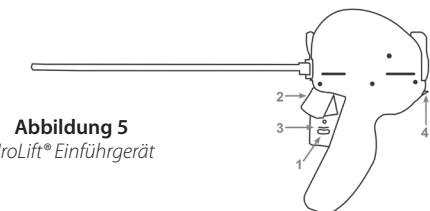

Abbildung 5
- 3.1 Den Nadelsicherheitsverschluss (**Schritt 1, Abbildung 5**) entriegeln.
- 3.2 Den Auslöser leicht herunterdrücken, um die Nadel auszufahren (**Schritt 2, Abbildung 5**), dann den Auslöser loslassen.
- 3.3 Den Retraktionshebel nach einer kurzen Pause ganz herunterdrücken (**Schritt 3, Abbildung 5**), um die Nadel zurückzuziehen und die Kapselnase zu platzieren. Den Retraktionshebel noch einmal drücken, um sicherzustellen, dass die Rückzugbewegung vollendet wurde.
3.7 Den Harnröhrenfreigabeschalter in Richtung Teleskop drücken (**Schritt 4, Abbildung 5**), um das Harnröhrenendstück freizusetzen und den überschüssigen Faden abzuschneiden. Nachdem der Harnröhrenfreigabeschalter gedrückt wurde, ist das gesamte UroLift® Implantat platziert. Es können keine weiteren Implantate mit demselben Einführgerät platziert werden.